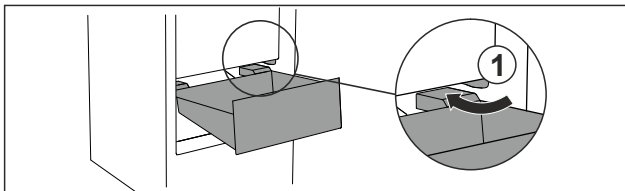

Fig. 101
- Guider le tiroir en biais en contournant les butées Fig. 101 (1).